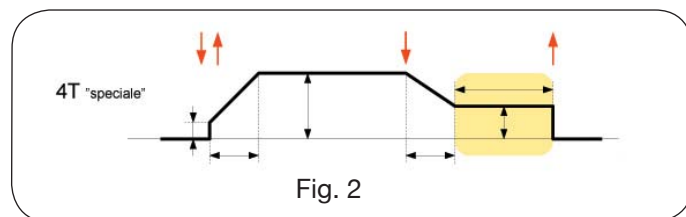

Fig. 2
3.3 DESCRIZIONE DEI PANNELLO (Fig.2).